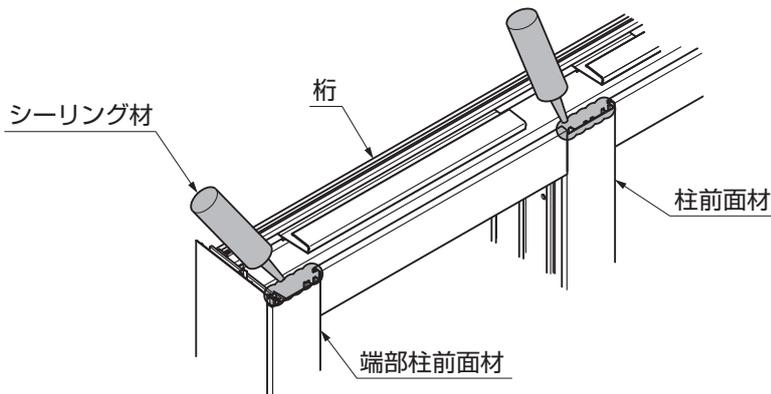

図13-1
(図13-1参照)
- 図13-1の位置に確実にシーリングを行わないと雨漏りの原因になります。